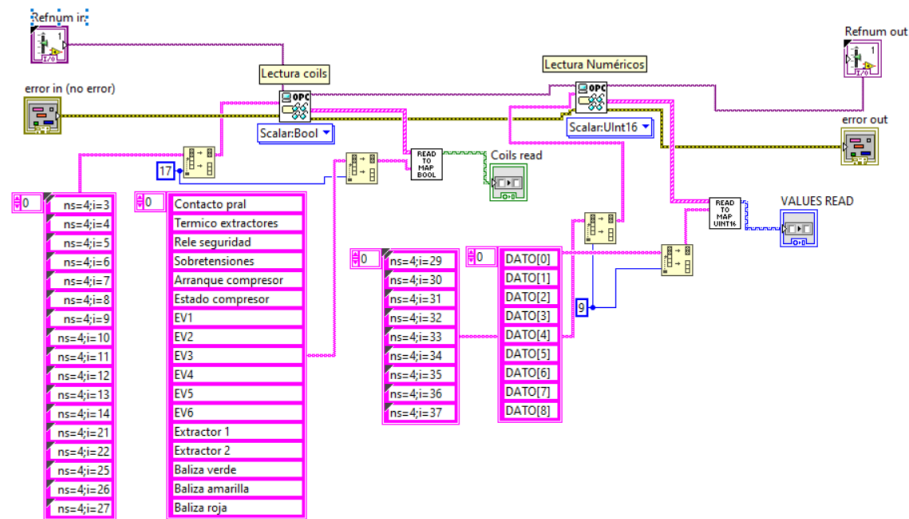
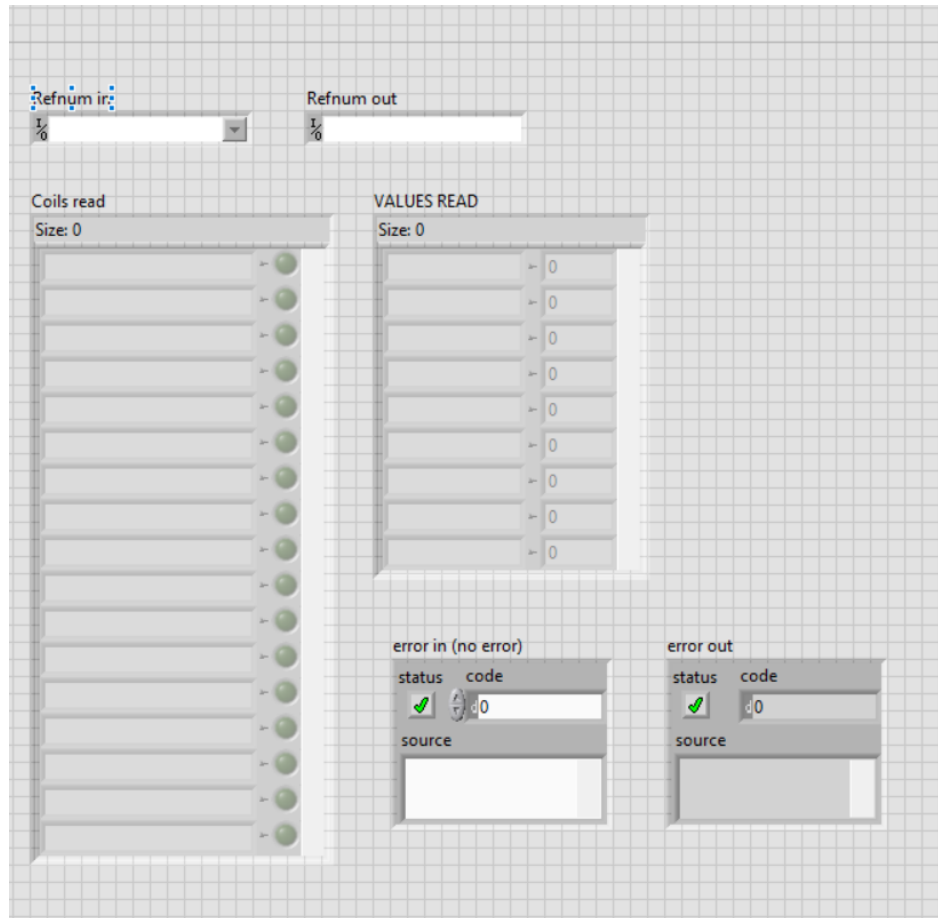

Figura 3 - Diagrama de bloques SubVI ("read_SZ1200 (SubVI).vi")
Figura 4 - Panel Frontal SubVI ("read_S7_1200 (SubVI).vi")
Hemos encapsulado la lectura de datos del autómatas en una SubVI ("*read_S71200 (SubVI).vi*"). Podemos ver el código en la figura 3, y el panel frontal en la figura 4.
- Coils read: mapa (diccionario) con los valores booleanos de lectura. En la figura 3 podemos observar el array de Keys ("Contacto pral", "Termico extractores", ...) cogido del nombre que toma la variable en el directorio del servidor OPC UA.
- Values read: mapa (diccionario) con los valores UINT16 de lectura. En la figura 3 podemos ver que los Keys son genéricos por el momento ("Dato[0]", "Dato[1]", ...) porque aún falta por identificar a qué pertenece cada lectura.